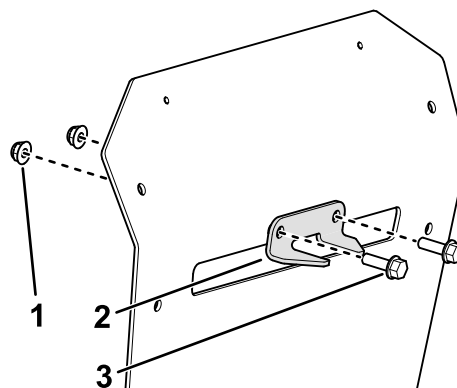

Рисунок 13
2. Установите кронштейн стабилизатора на задней защите с помощью 2 болтов (5/16 x 1 дюйм) и 2 контргайк (5/16 дюйма), как показано на Рисунок 13.